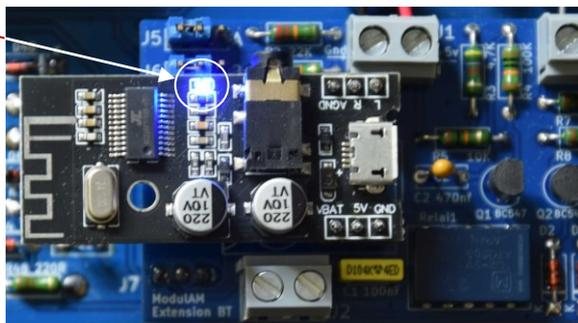

Figure VI-1 : repérage du voyant led bleu du modem Bluetooth.
- Vérifier que le voyant led bleu présent sur le module Bluetooth clignote régulièrement (repérage de ce voyant led en figure VI.1 ci-après).